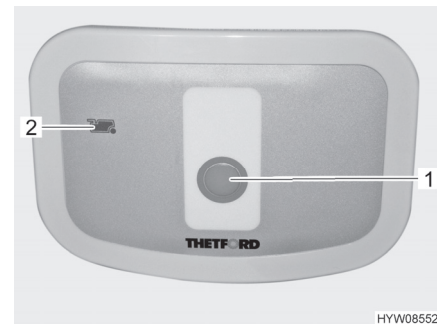

Fig. 83 Bouton pour la chasse d'eau/voyant de contrôle (toilettes Thetford)
- Pour actionner la chasse d'eau, appuyer sur le bouton bleu (Fig. 83,1).
Le voyant de contrôle (Fig. 83,2) s'allume lorsque le réservoir pour matières fécales doit être vidé.